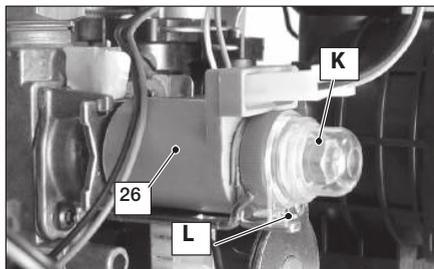

Рисунок 7.2
- Снимите защитную заглушку «А» модулирующего устройства 26 (Рисунок 7.2), освободив ее от упора «В» (с этой целью поверните ее по часовой стрелке и подденьте отверткой).
(Рисунок 7.2).